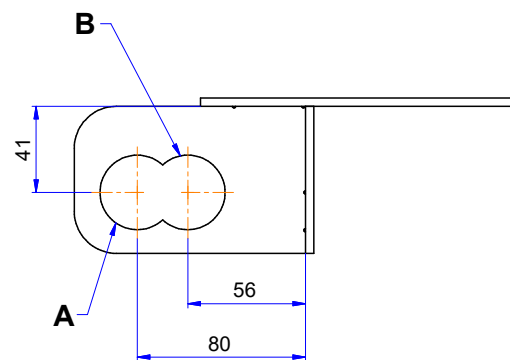

Bild 26. Monteringsalternativ
6. Montera lyftarmarna vid jiggens öron. Läge A skall användas om bryggan är utrustad med bavetta, i övrigt läge B. Se Bild 26. Använd stålbyggans ordinarie ledbultar. I de fall montering med monteringsjigg inte kan ske, mät motsvarande avstånd mellan lyftarm och flak, se Bild 26.